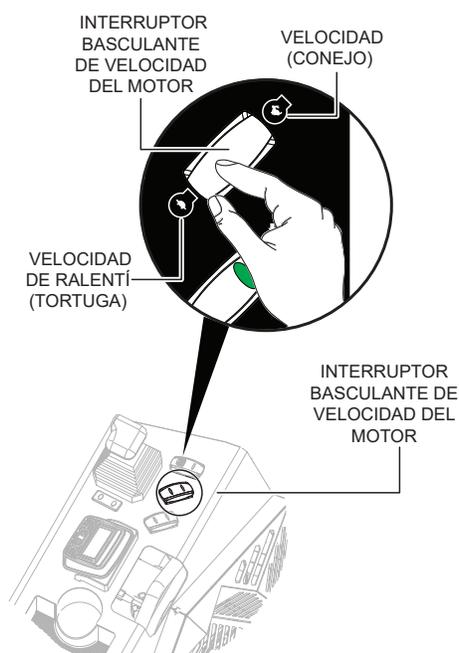

Figura 29. Apagado del motor
1. Vuelva a poner el interruptor basculante de velocidad del motor (Figura 29) en ralentí y deje que el motor funcione al ralentí durante 5 minutos.